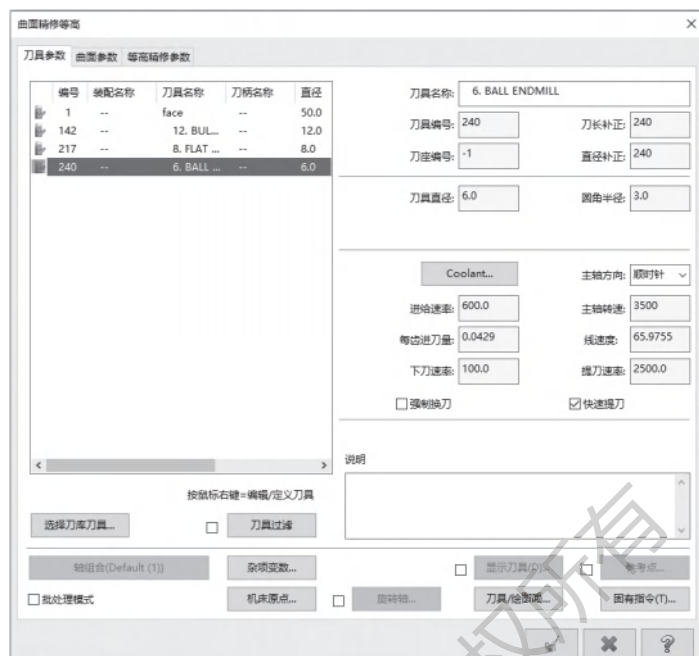

图 4-62 刀具选择与参数设置
2) 系统弹出【曲面精修等高】对话框，打开【刀具参数】选项卡，选择直径为 6mm 的球头立铣刀。设置【进给速率】为 600mm/min，【主轴转速】为 3500r/min，【下刀速率】为 100mm/min，【提刀速率】为 2500mm/min。勾选【快速提刀】复选项，其他选项都不勾选，如图 4-62 所示。